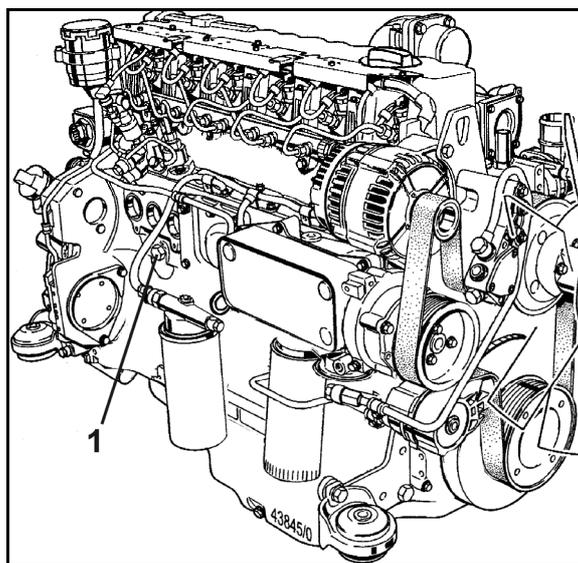

Рис. 144
1. Установите улавливающий лоток под резьбовой пробкой (Рис. 144/1).